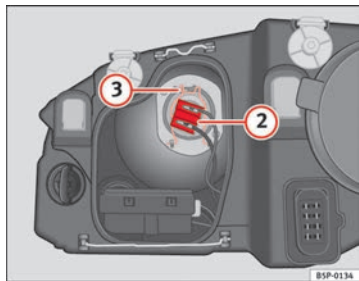

Abb. 165 Abblendlicht
- Ziehen Sie den Stecker ⇒ Abb. 165 (2) von der Lampe ab.
- Nehmen Sie die Haltefeder ⇒ Abb. 165 (3) durch Eindrücken und Rechtsdrehung ab.